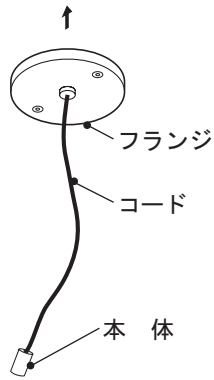

図 3
- ・コードが望みの長さになるよう、プロテクションリング (コード保護のための黒いプラスチック) の位置を調整してください。(図 3 参照)
(図 3 参照)
(3ページの図3参照)